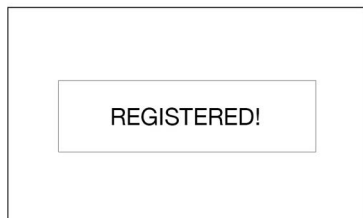

FIG. 17
5. Dopo avere registrato correttamente la valvola di erogazione con misuratore, nel software Pulse Fluid Management, viene visualizzato il messaggio REGISTERED (Registrato) (Fig. 17). Quindi compare la schermata del MENU UTILITY.